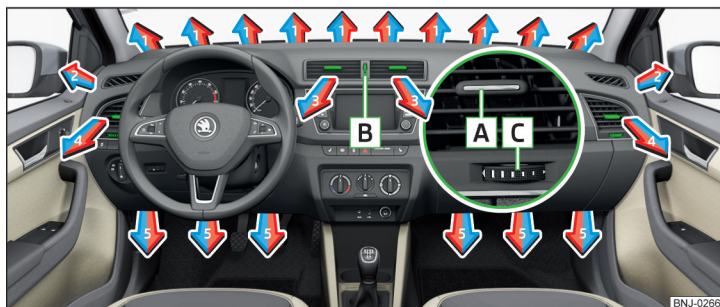

Fig. 113 Bocchette di ventilazione
Le bocchette di ventilazione **3** e **4** » fig. 113 consentono di modificare la direzione del flusso dell'aria e le bocchette possono essere aperte e chiuse anche singolarmente.
La regolazione della direzione del flusso d'aria ha luogo spostando l'elemento di regolazione **A** » fig. 113 nella direzione desiderata.
- Ruotare il regolatore **B** verso l'alto » fig. 113.
- Ruotare il regolatore **B** verso il basso » fig. 113.
Regolazione della direzione del flusso dell'aria	Bocchette di ventilazione » fig. 113